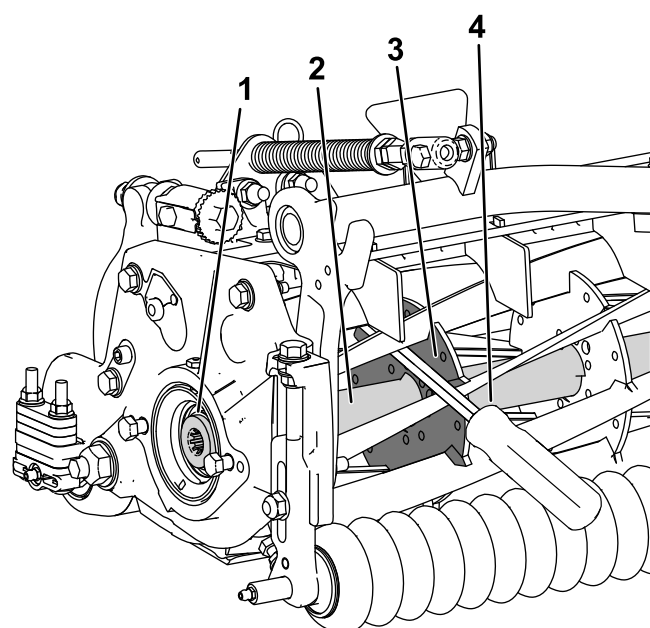

图31
1. 将一根长柄撬棍建议尺寸为 0.95cm x 30.48cm 带螺丝刀柄插入滚刀组前面最靠近需要扭转的滚刀组一侧 图31。
2. 将撬棍靠着内部滚刀组加强板的焊接侧放置 图31。